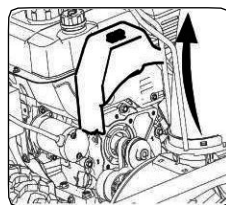

Рисунок 40
1. Снимите крышку ремня на передней части двигателя, открутив два болта. См. Рисунок 40.